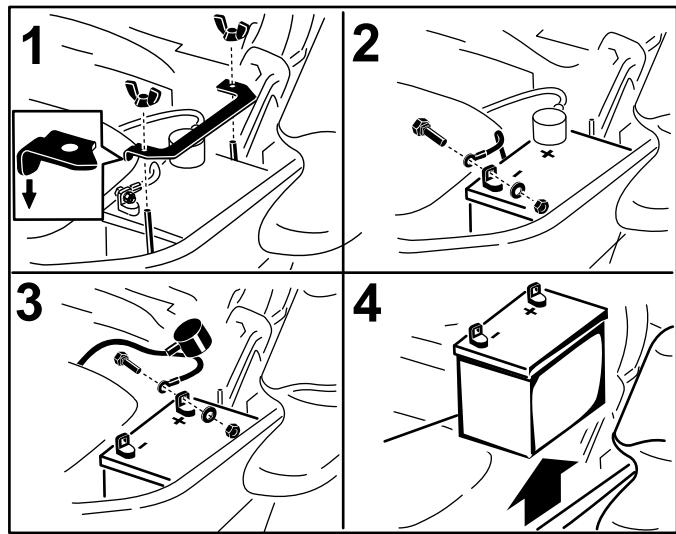

図 46
3. まず、黒いケーブル（-）をバッテリーの（-）端子から取り外す（図 46）。
4. 次にプラス端子についている赤い保護カバーをずらして、赤いプラス（+）ケーブルを露出させる（図 46）。
5. バッテリークランプを固定している蝶ナットを外す (図 46)。
6. クランプを外す (図 46)。